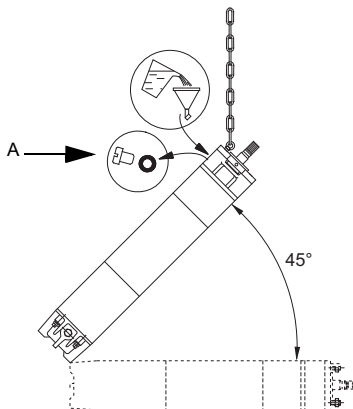

Fig. 5 Position du moteur pendant le remplissage, MMS
1. Placer le moteur à 45 ° avec la partie supérieure dirigée vers le haut. Voir fig. 5 ;